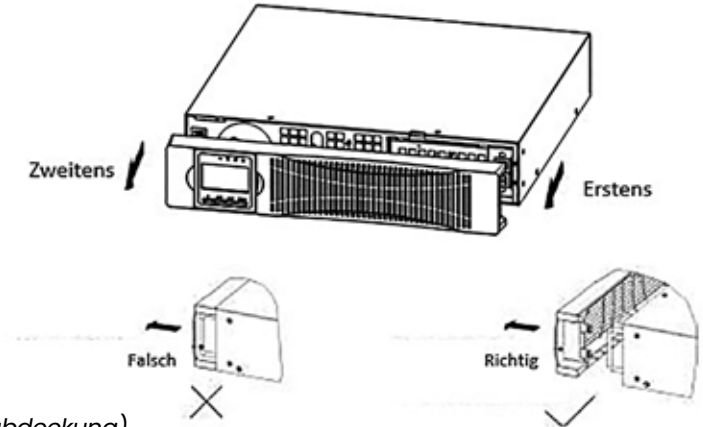

Abbildung 1
1. Entfernen Sie die Frontabdeckung jeder Batterie Erweiterung (Abbildung 1).